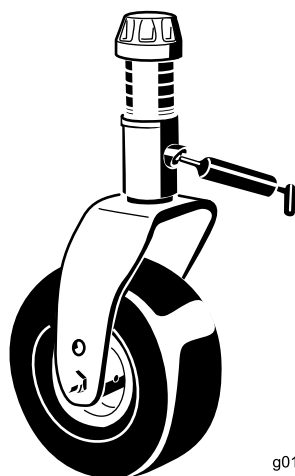

Figura 18
- Casquillos () del eje de la horquilla de las ruedas giratorias (Figura 18)